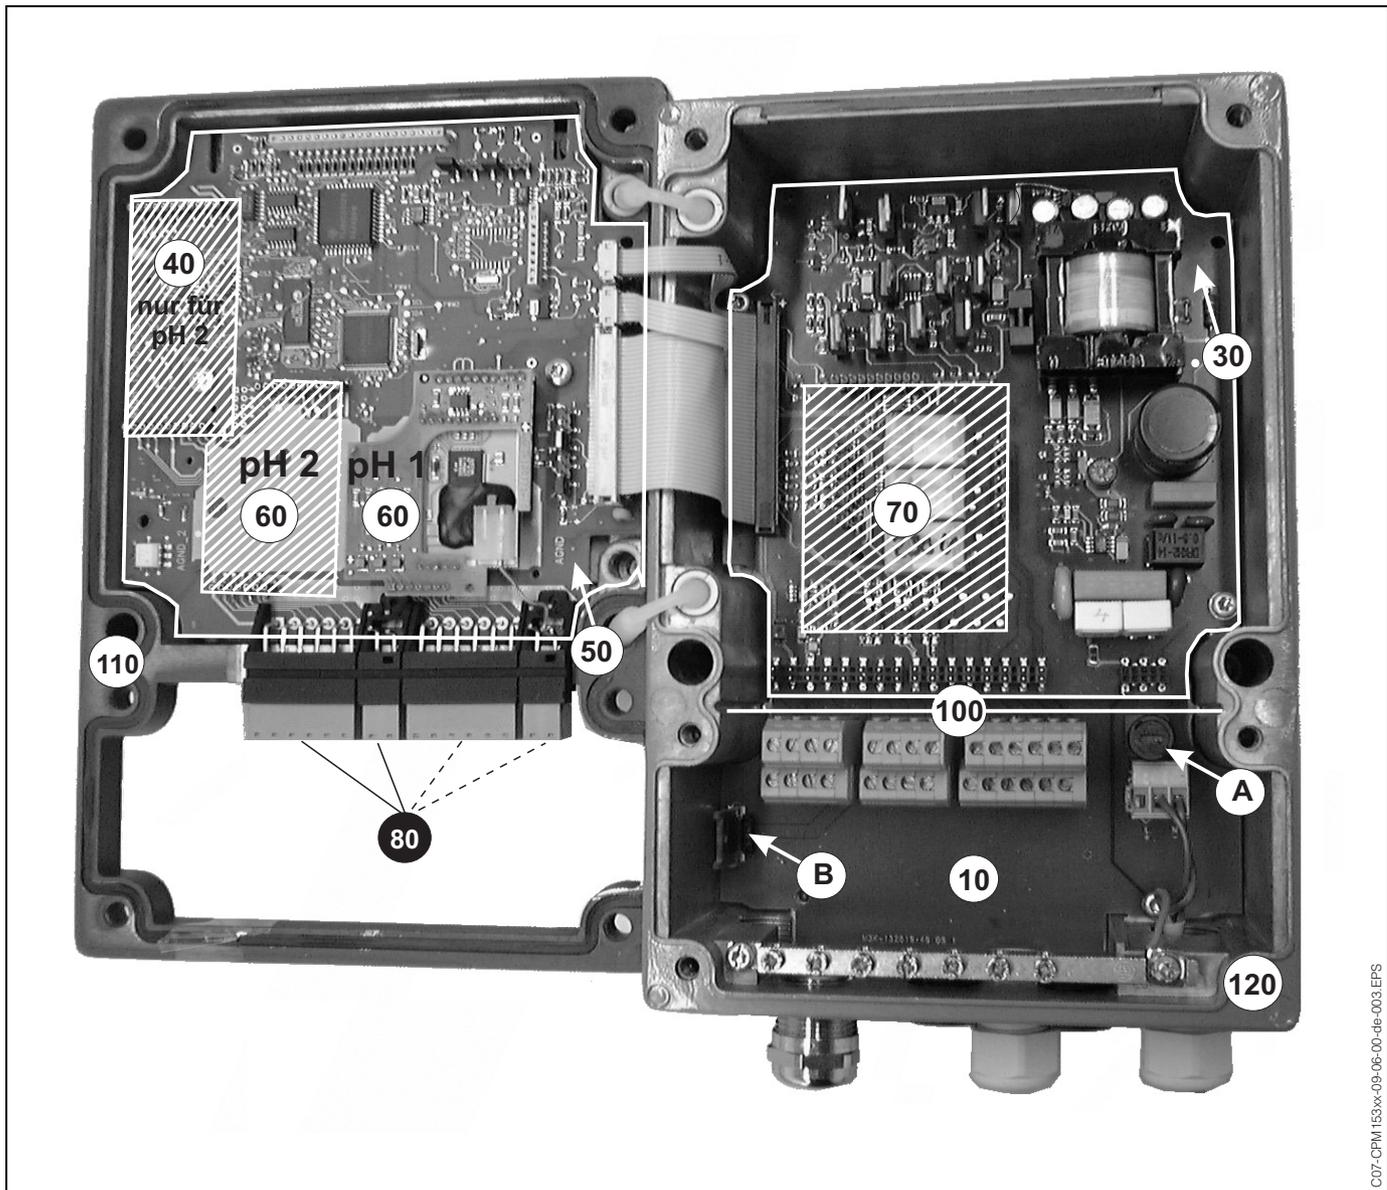

fig. 34: Vista interna del trasmettitore Mycom S
- Posizione del supporto del fusibile: "A" in fig. 34